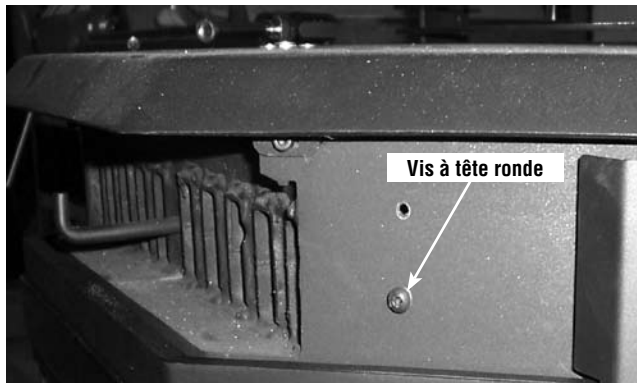

Figure 29
1. Dévisser les quatre vis à tête ronde du corps du poêle à l'aide d'une clé six pans de 1/8 po. Voir **Figure 29**.